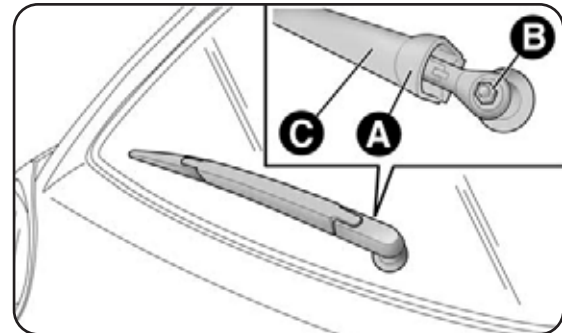

fig. 9
- solleva la copertura A-fig. 9, svita il dado B e rimuovi il braccio C;